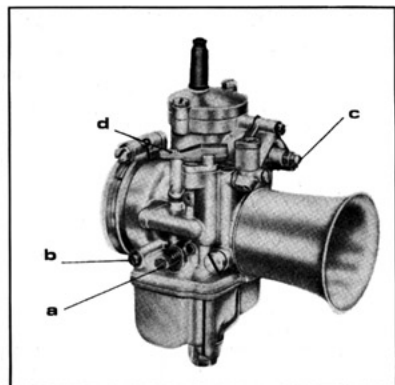

Fig. 37
Prendono la denominazione PHF/32/AD quando hanno la vite di regolazione a Destra (guardando il carburatore dalla parte della presa d'aria), oppure PHF/32/AS se hanno la vite a Sinistra. La fig. 37 mostra un carburatore PHF/32/AS.
They are named PHF/32/AD when with R.H. adjusting screw (looking at the air intake side carb.), or PHF/32/AS when with L.H. adjusting screw. Fig. 37 shows a PHF/32/AS carb.
a) **Minimo** (vedi fig. 37)
a) **Idling** (see Fig. 37)
4) **USO****Avviamento (vedi fig. 37)**
4) **USE****Starting (see fig. 37)**